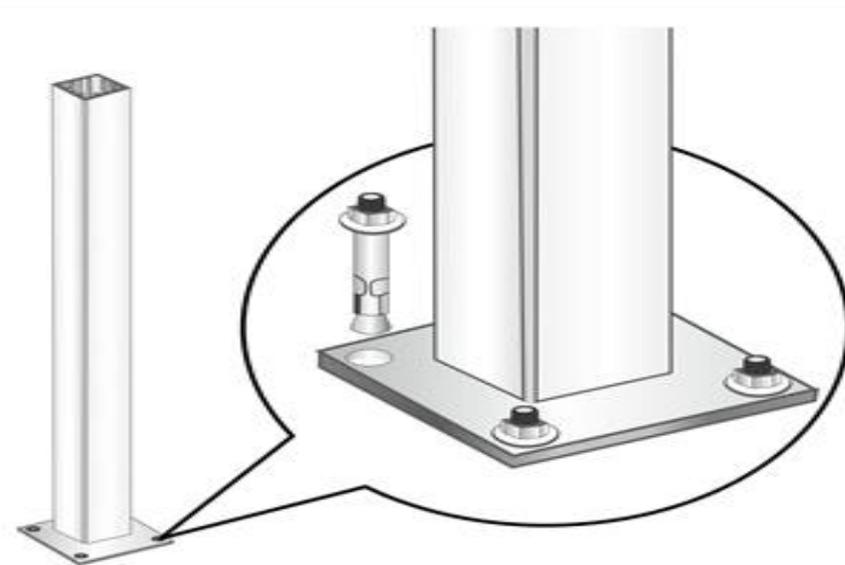

Рис. 1
- Столбы ограждения (ДПК) распиливаются на необходимую длину, затем монтируются на металлические стаканы. Стаканы устанавливаются на основание террасы в размеченных местах. Монтажные стаканы крепятся с помощью анкер-болтов на бетонное основание, либо болтов с гайками на металлическое основание. (Рис. 1).